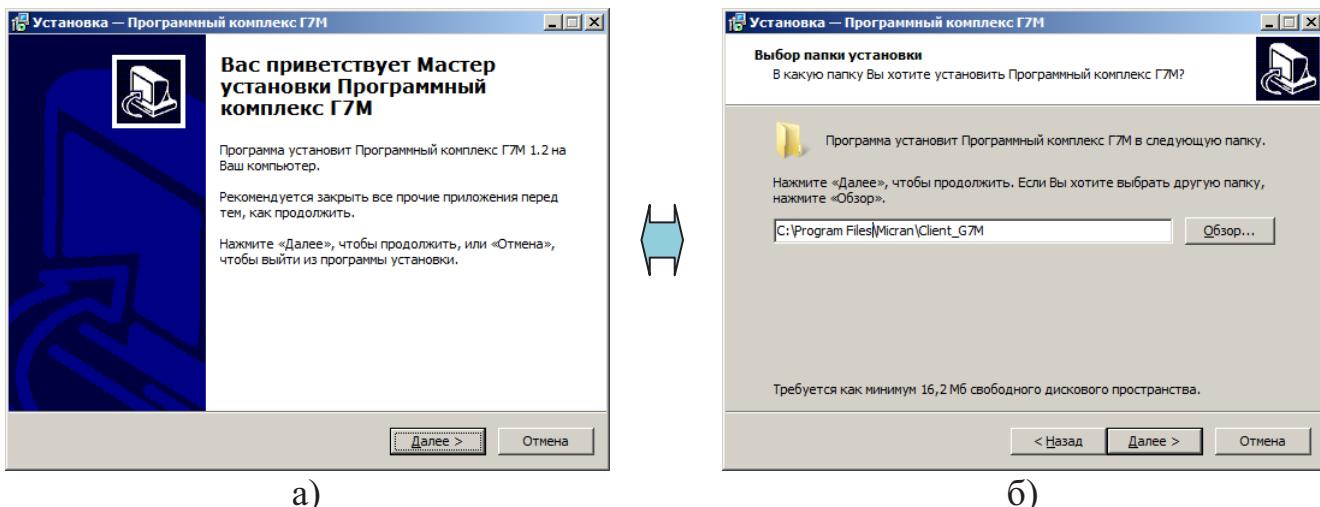
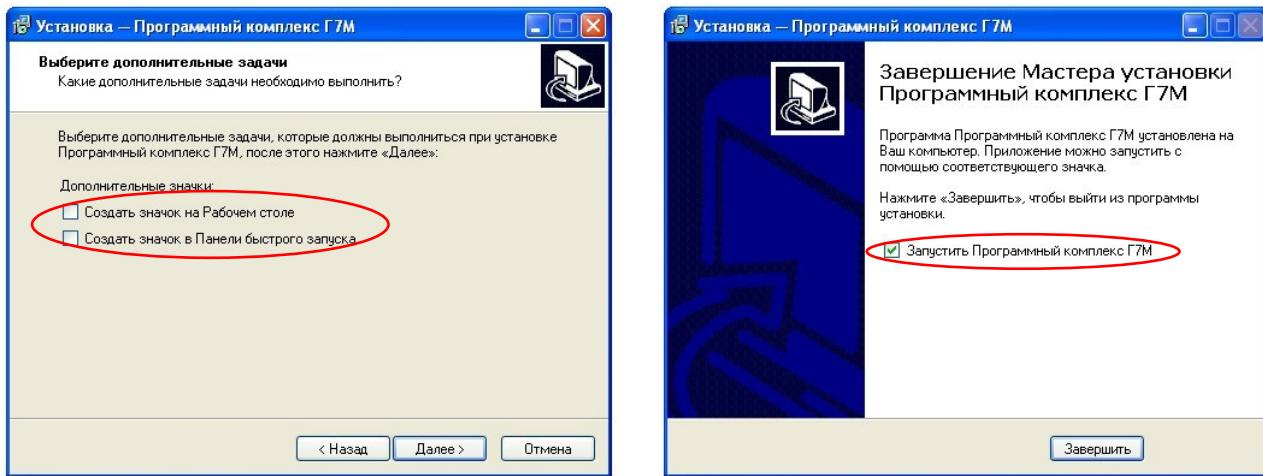

Рисунок 3.1 – Мастер установки ПО
Рисунок 3.2 – Мастер установки ПО
- запустить установочный файл программы «*setup\_G7M\_X.X.exe*», в открывшемся окне выберите язык программы «Русский» и нажмите «OK», в результате будет запущен мастер установки ПО (рисунок 3.1-а);
В процессе установки пользователю будет предложено выбрать папку для установки (рисунок 3.1-б), папку в меню «Пуск» для создания в ней ярлыков, создать ярлык на рабочем столе и в панели быстрого запуска и запустить ПО по завершении программы установки (рисунок 3.2).